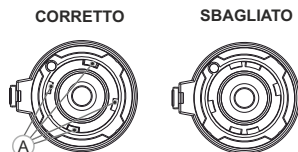

Fig.5
- Assicurarsi che i grani (A) dell'oculare per il visore applicabile si trovino sopra i loro incastri inferiori (vedi Fig.5).